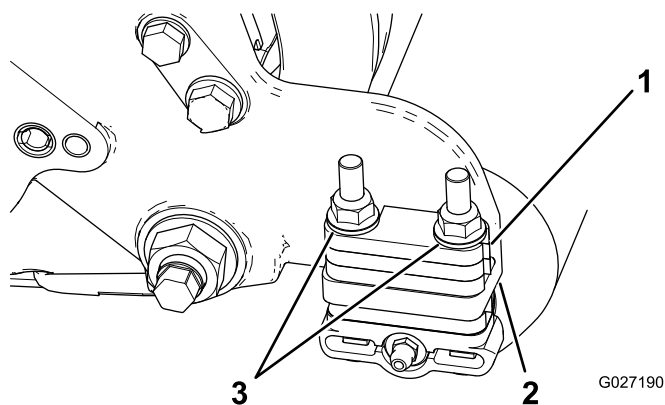

Bild 5
9. Entfernen Sie die zwei Sicherungsbundmuttern, mit denen jede Rollenhalterung an den Seitenplatten befestigt ist, und alle 6-mm-Distanzstücke, die oben auf dem Montageflansch der Seitenplatte liegen (Bild 5).